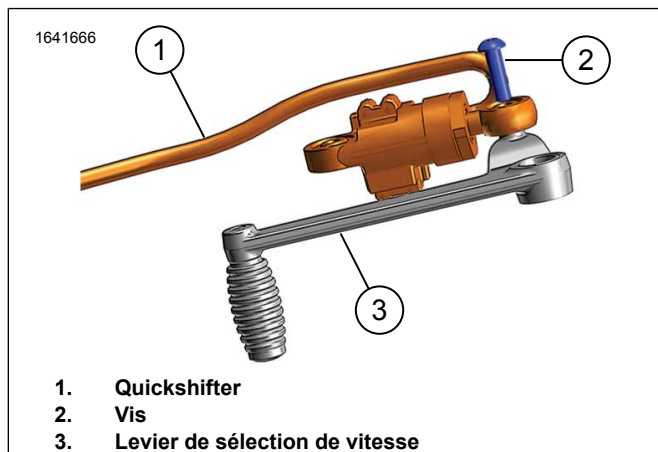

Figure 3. Installer le quickshifter sur le levier du sélecteur de vitesse
1. Voir la figure 3. Assembler le capteur du quickshifter (1) au levier du sélecteur de vitesse (3) avec une vis (2). Serrer.